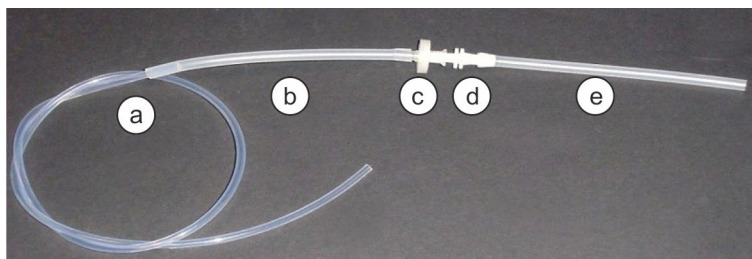

Fig. 20 Kit de comprobación de flujo
Las fugas pequeñas se pueden reconocer si mediante una contrapresión adicional en el sistema baja el flujo de control. Para encontrar la fuga puede ser útil el kit de comprobación de flujo que se suministra junto con el compEAct N. El set se ensambla de la siguiente manera (→ Fig. 20):
3. Introduzca el extremo libre de la manguera a (→ Fig. 20) en el conector FAST.